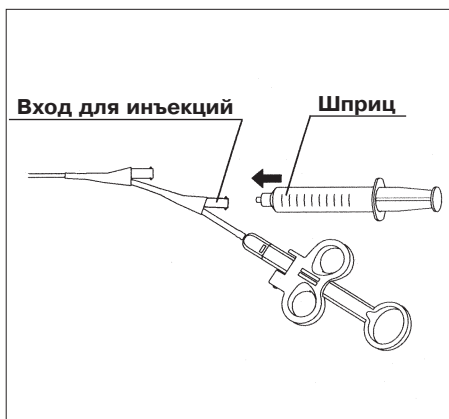

Рис. 4.3
1. Введите контрастное вещество стерильным шприцом, при использовании соответствующего входа на инструменте. Убедитесь, что контрастное вещество вытекает из отверстия на дистальном конце (см. рис. 4.3).